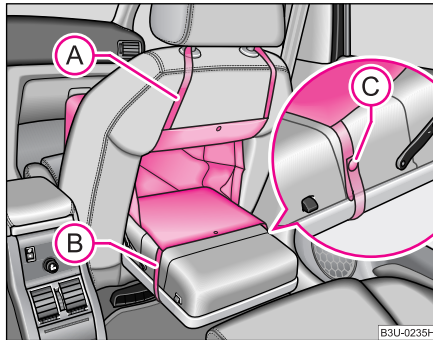

Fig. 57 Scaunul pasagerului dreapta: Sacul protector
- Trageți centura (A) prin deschizătura din scaunul pasagerului și dispuneți-o peste tetieră ♥ fig. 57.
- Trageți centura (B) pe sub suportul deschis și asigurați-o de la butonul (C).